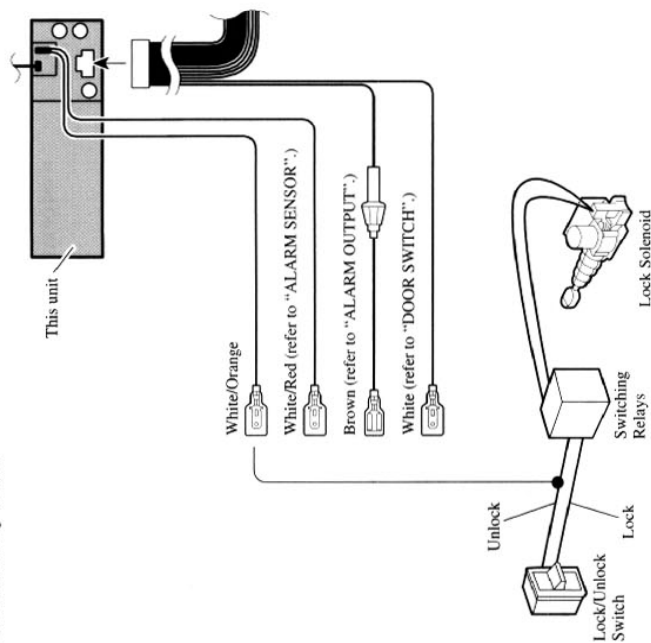

Fig. 32
- White/Orange (DOOR LOCK)** (Fig. 32)